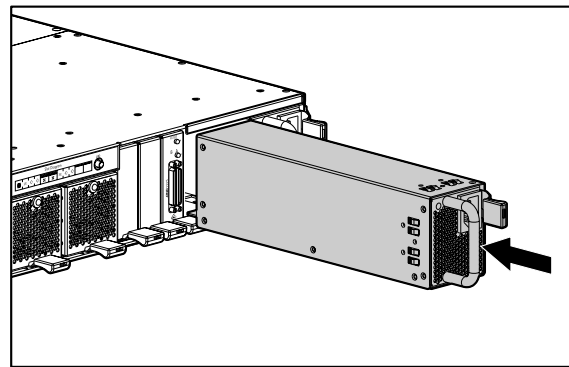

図 8: パワー サプライのインストール
2. 図 8 に示すように、パワー サプライ モジュール ラッチを左に押し、エンクロージャに完全に固定されるまで奥へ押し込み、パワー サプライをインストールします。